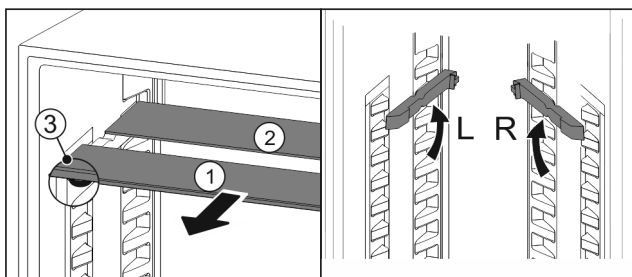

Fig. 23
- ▶ 将玻璃隔板逐个向前拉出 Fig. 23 (1)。
- ▷ 带装饰条的玻璃隔板 Fig. 23 (1) 在前。
- ▷ 阻挡装置 Fig. 23 (3) 指向下方。